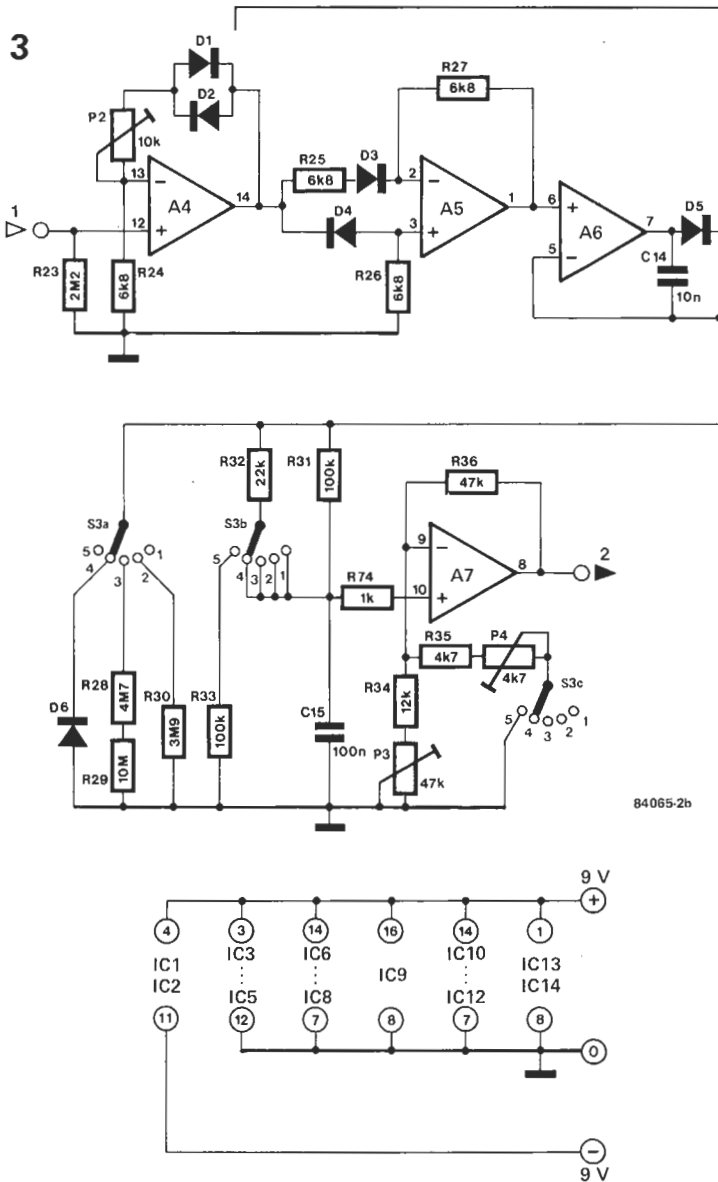

Figura 3. Etapas de: rectificación de onda completa, ajuste de ganancia y carga de pico.
la electrónica está más o menos obligado a hacer que los LEDs parpadeen. Sólo en estas condiciones podrá asegurar que su diseño será el «centro de atención». No es difícil cumplir esta condición, pero hay una serie de requisitos básicos necesarios. En su forma más simple la electrónica necesaria consiste en un oscilador para los tiempos de intermitencia, un divisor y un amplificador para los LEDs. En la figura 3 mostramos algunas sugerencias.
Llegamos ahora al funcionamiento de los LEDs. Como el contador decimal de la figura 3 es incapaz de controlar directamente los LEDs, hace falta dotar a cada una de las salidas de un transistor. La figura 3d da el modelo más simple. Cada transistor es capaz de conducir numerosos LEDs conectados en serie. El valor de la resistencia serie (Rx) se calcula de la siguiente manera: reste la tensión total que cae en los LEDs de la tensión de alimentación y divida el resultado por la corriente que admiten los LEDs. Traducido en una fórmula, se obtiene:
Figura 3. Control de los LEDs. Las figuras a y b son dos variantes para el oscilador. La salida (CL) va al contador de décadas de la figura c. Cada una de las salidas (0...9), que pueden ser seguidas por una etapa de transistor (d ó e), conducen uno o más LEDs.